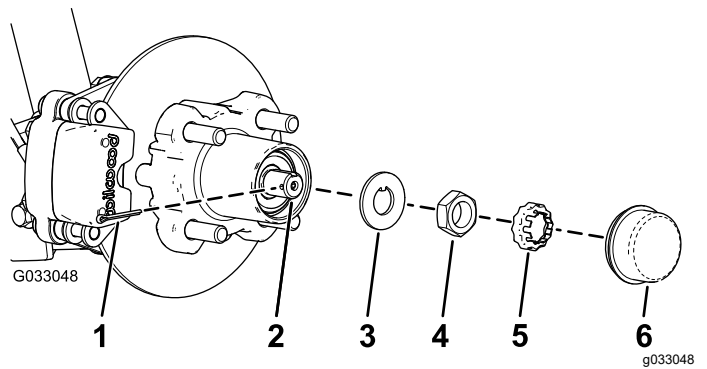
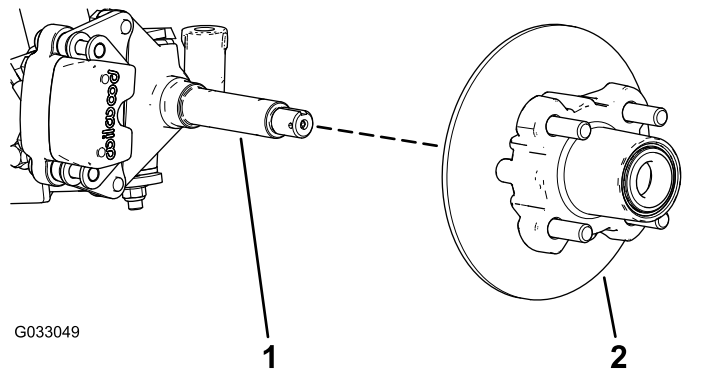

Figura 30
Figura 31
4. Retire el tapón guardapolvo del cubo (Figura 30).
5. Retire la chaveta y el retén del eje/tuerca del eje (Figura 30).
6. Retire la tuerca del eje y separe el conjunto de cubo y rotor del eje (Figura 30 y Figura 31).